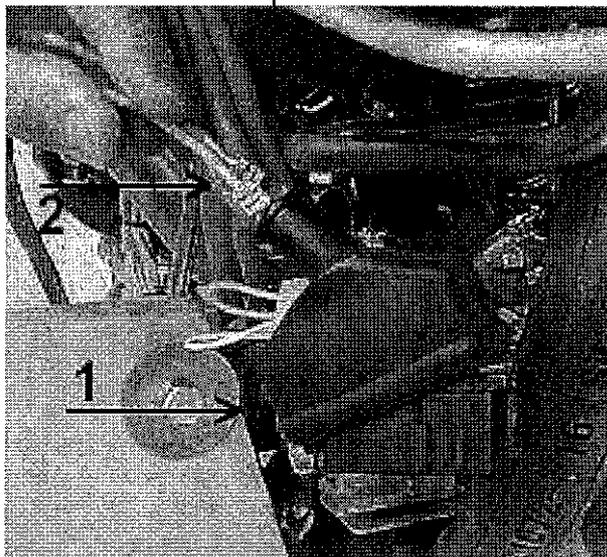

Fig. 12
13i. staccare il connettore dal regolatore di tensione (part. 1 fig. 12)
13i. disconnect the voltage regulator connector (item 1 fig. 12).
13j. sfilare dal connettore i due faston in testa al cavo schermato proveniente dal generatore di tensione (part. 2 fig. 12)
13j. extract the two generator cables from the voltage regulator connector (item 2 fig. 12).